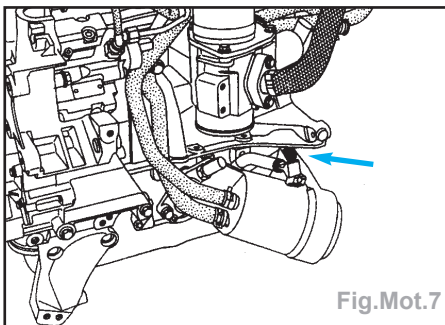

Fig.Mot.7
- Retirer le bouchon de PMH (Fig.Mot.7).